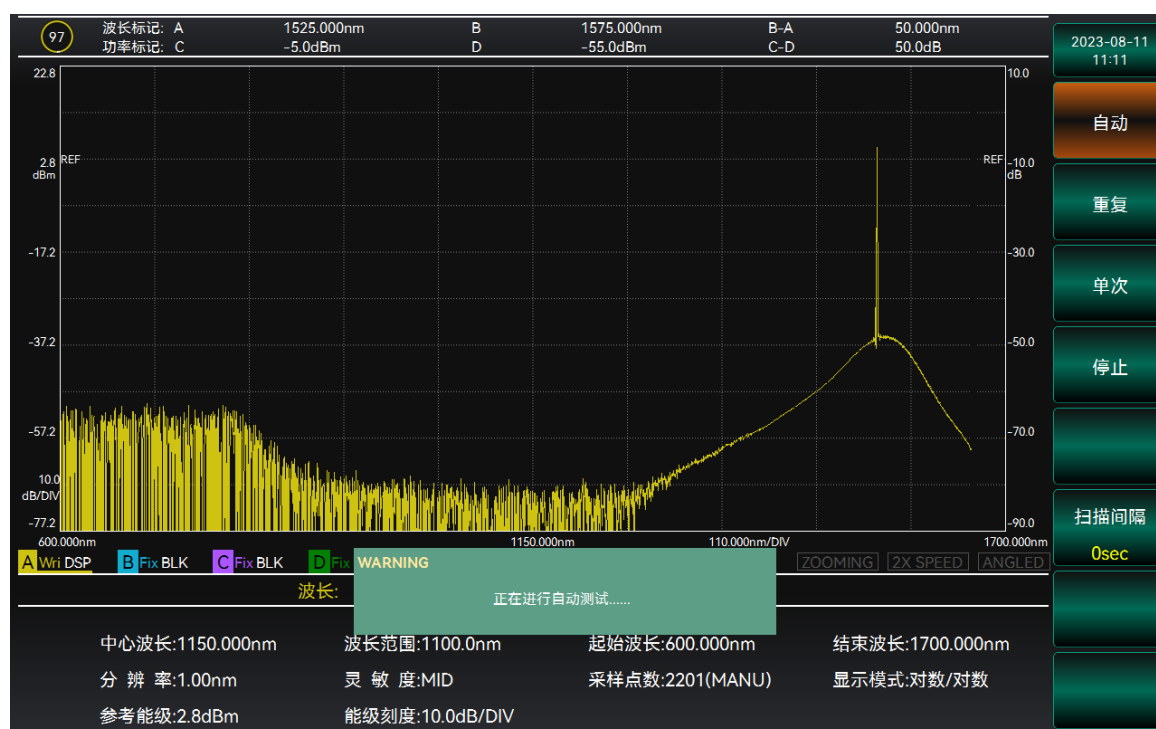
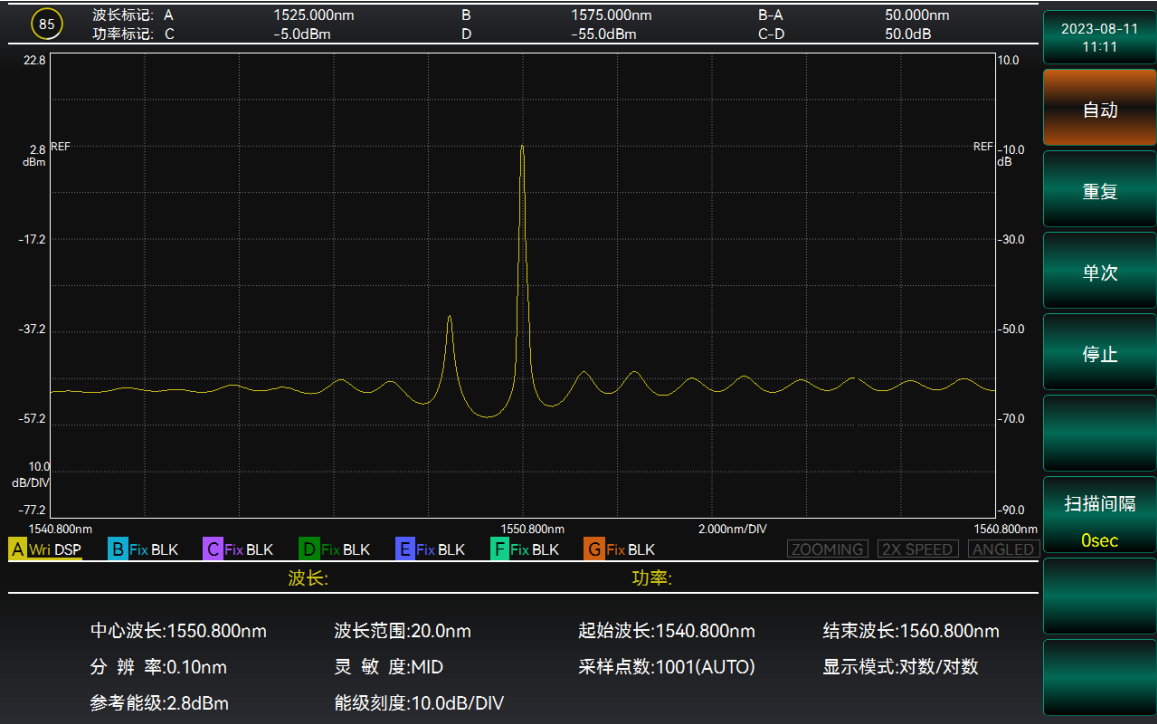

图 3.11 自动扫描开始
图 3.12 自动扫描结束
2. 选择【自动】，开始扫描，如下图 3.11 所示为自动扫描第一次全波段范围扫描后的显示结果，如图 3.12 所示为自动扫描结束后的显示。